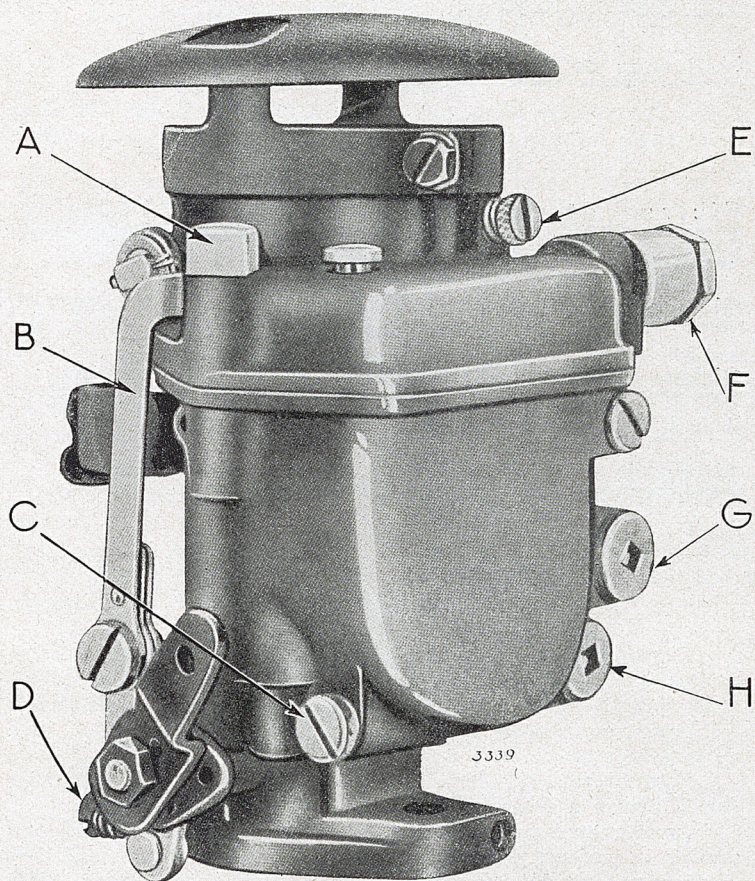

Fig. 11. — Vue du Carburateur.
- D'une part sur la vitesse par la vis butée de ralenti D (fig. 11).
- D'autre part sur la richesse par la vis de réglage d'air de ralenti E (fig. 11). *En vissant* cette vis on *enrichit* le mélange, en la *dévisissant* on l'appauvrit.
**Nettoyage du filtre.** Dévisser le raccord (F) d'arrivée d'essence pour avoir accès au filtre.
**Nettoyage de la cuve.** Est recommandé lorsque la voiture a été immobilisée pendant un certain temps. *Dévisser simplement le bouchon de purge C* (fig. 11) placé à la partie inférieure de la cuve. Ne pas démonter le couvercle de la cuve.
**Gicleur et compensateur.** Se démontent après avoir enlevé les bouchons (G) (H) correspondants au moyen du carré qui se trouve au bout de la vis d'assemblage (A).